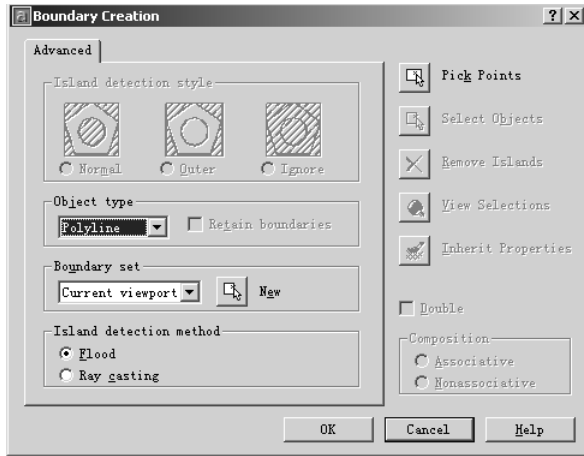

图 15-12 Boundary Creation (边界创建) 对话框
(2) 执行 **Draw**→**Boundary** 命令，AutoCAD 2004 将自动弹出如图 15-12 所示的 **Boundary Creation**（边界创建）对话框。将 **Object type** 设为 **Region**（面域），然后单击 **Pick Points** 按钮，AutoCAD 2004 将切换到绘图窗口。